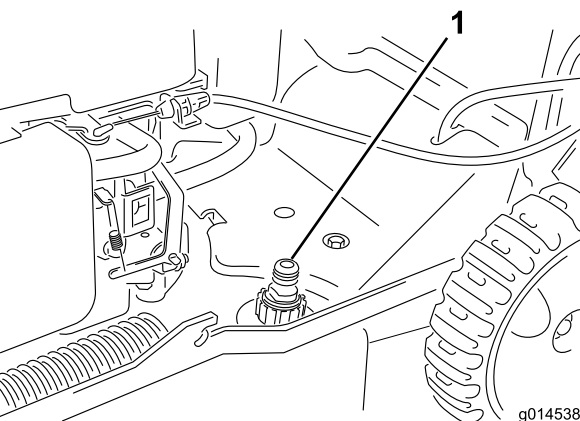

Figure 25
3. Branchez un tuyau d'arrosage, relié à une arrivée d'eau, à l'embout de lavage du carter de la machine (Figure 25).